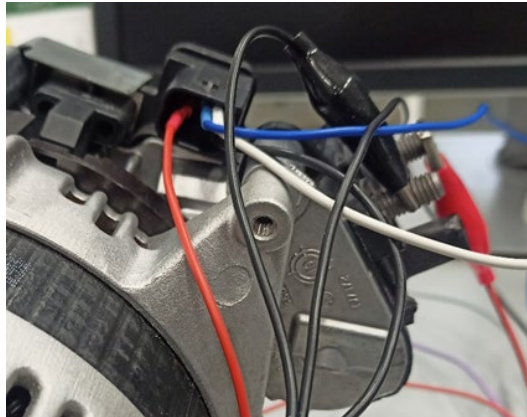

Рисунок 27. Підключення діагностичного кабелю до контактів у роз'ємі
2.1. Підключіть необхідні дроти до терміналів у роз'ємі генератора (див. рис. 27).